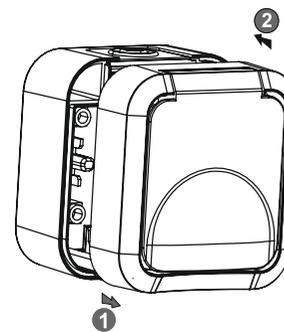

Рисунок 1 – Порядок монтажа розетки / Figure 1 – Socket installation procedure / 1 сурет – Розетканы монтаждау тәртібі
- 1 Открыть защитную крышку розетки и выкрутив четыре винта, снять верхнюю часть корпуса (рис. 1).
- 1 Open the protective cover of the socket and unscrew four screws to remove the upper part of the socket housing (Fig.1).